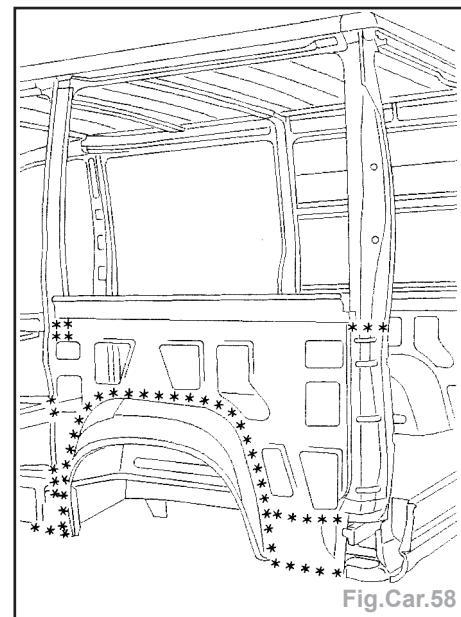

Fig.Car.58
- Dégraffer les lignes de points à l'aide d'une fraise de $\varnothing 8$ mm (Fig.Car.58).